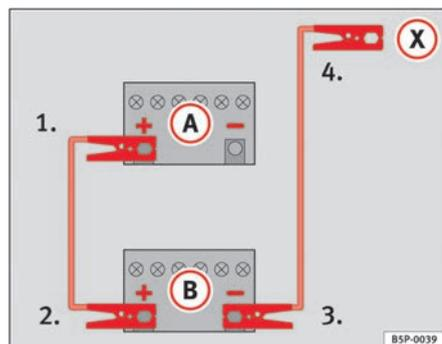

Fig. 225 Schéma de branchement des câbles de démarrage
Sur la ⇒ fig. 225, la batterie déchargée est repérée par la lettre (A) et la batterie fournissant le courant par la lettre (B).
1. Raccordez une extrémité du câble de démarrage rouge à la borne positive ⇒ fig. 225 (+) du véhicule dont la batterie est déchargée ⇒ ⚠.
4. Sur le véhicule dont la batterie est déchargée, raccordez l'autre extrémité du câble de démarrage noir (X) à une pièce métallique massive fermement vissée sur le bloc-moteur ou au bloc-moteur lui-même, mais pas à proximité de la batterie ⇒ ⚠.